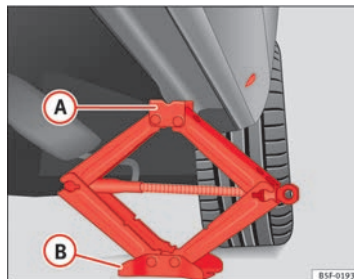

Fig. 170 Larguero: colocación del gato del vehículo
- Gire el gato*, situado bajo el punto de apoyo del larguero, para elevarlo hasta que la pestaña  ⇒ fig. 170 quede situada bajo el alojamiento previsto.